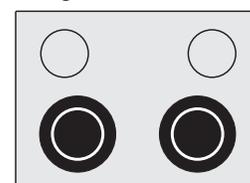

Figure 6 - Model B
4. Lorsque la cuisson est complétée tournez le bouton de commande à la position OFF (arrêt) avant de retirer l'ustensile de l'élément. **Note:** Le témoin lumineux de surface chaude situé sur le panneau de commande s'allume lorsqu'un ou plusieurs éléments deviennent chauds et **RESTE ALLUMÉ** jusqu'à ce que la surface de cuisson en vitrocéramique soit refroidie de façon MODÉRÉE. Le témoin lumineux peut rester allumé même si le bouton de commande est à la position OFF (arrêt). Note: Voir la figure 6 de la page 10 pour les réglages recommandés.